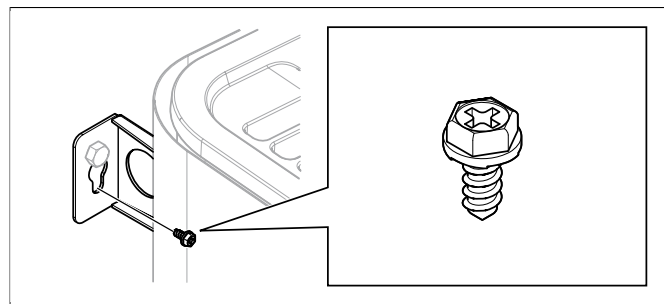

Рисунок 11: Зажимной винт кронштейна
9. Закрепите устройство зажимным винтом см. **Рисунок 11**, страница 5.